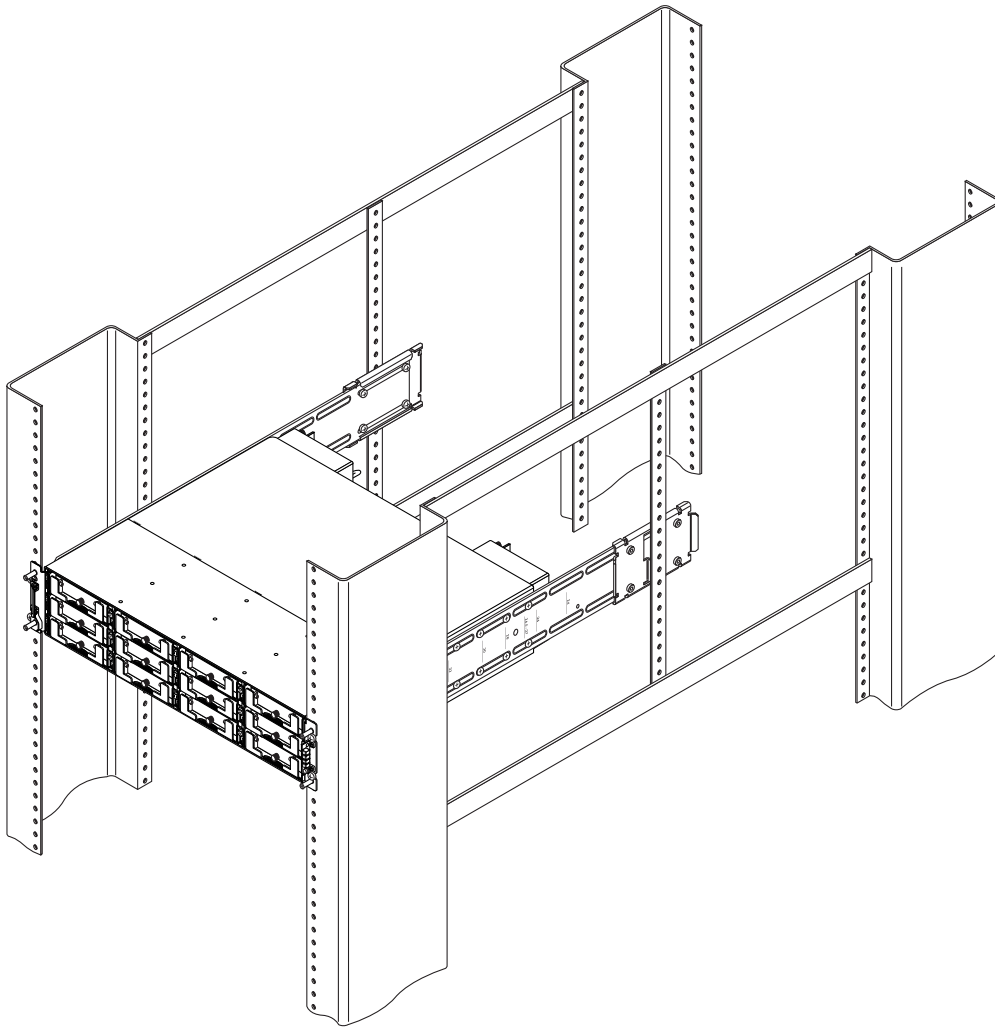

FIGURE 2-2 Montage en coffret d'une baie à l'aide des supports du milieu et après retrait des oreilles du châssis et des panneaux - installation terminée
- Il est également possible de monter un coffret à l'aide des supports du milieu et latéraux selon une profondeur de 62,22 cm (24,5 pouces). La FIGURE 2-2 représente une installation de baie 2U de la famille Sun StorEdge 3000 dans un coffret Sun Fire à l'aide des supports latéraux et du milieu.
Reportez-vous à la liste de pièces figurant dans le TABLEAU 2-1 et à l'illustration de la FIGURE 2-2 pendant l'installation. Le tableau répertorie les composants et fixations principaux indispensables à l'installation d'une baie dans le coffret.